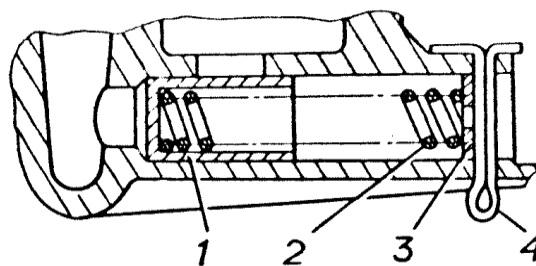

Рис.35. Редуционный клапан:
**Редуционный клапан** (рис.35) – плунжерного типа, расположен в приемном патрубке масляного насоса. Плунжер клапана стальной, для увеличения твердости и износостойкости наружная поверхность подвергнута нитроцементации.